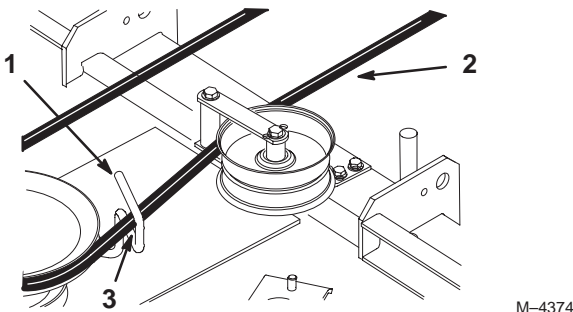

Figure 70
- Pivotez le guide-courroie à l'arrière de la tondeuse pour l'éloigner de 3 à 7 mm du côté vertical de la courroie de PdF (Fig. 70).